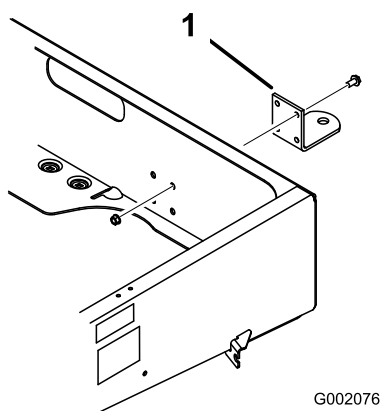

Figura 7
2. Allineate l'attacco di traino ai fori di montaggio sul telaio. Fissate l'attacco di traino con le viti e i dadi (Figura 7)